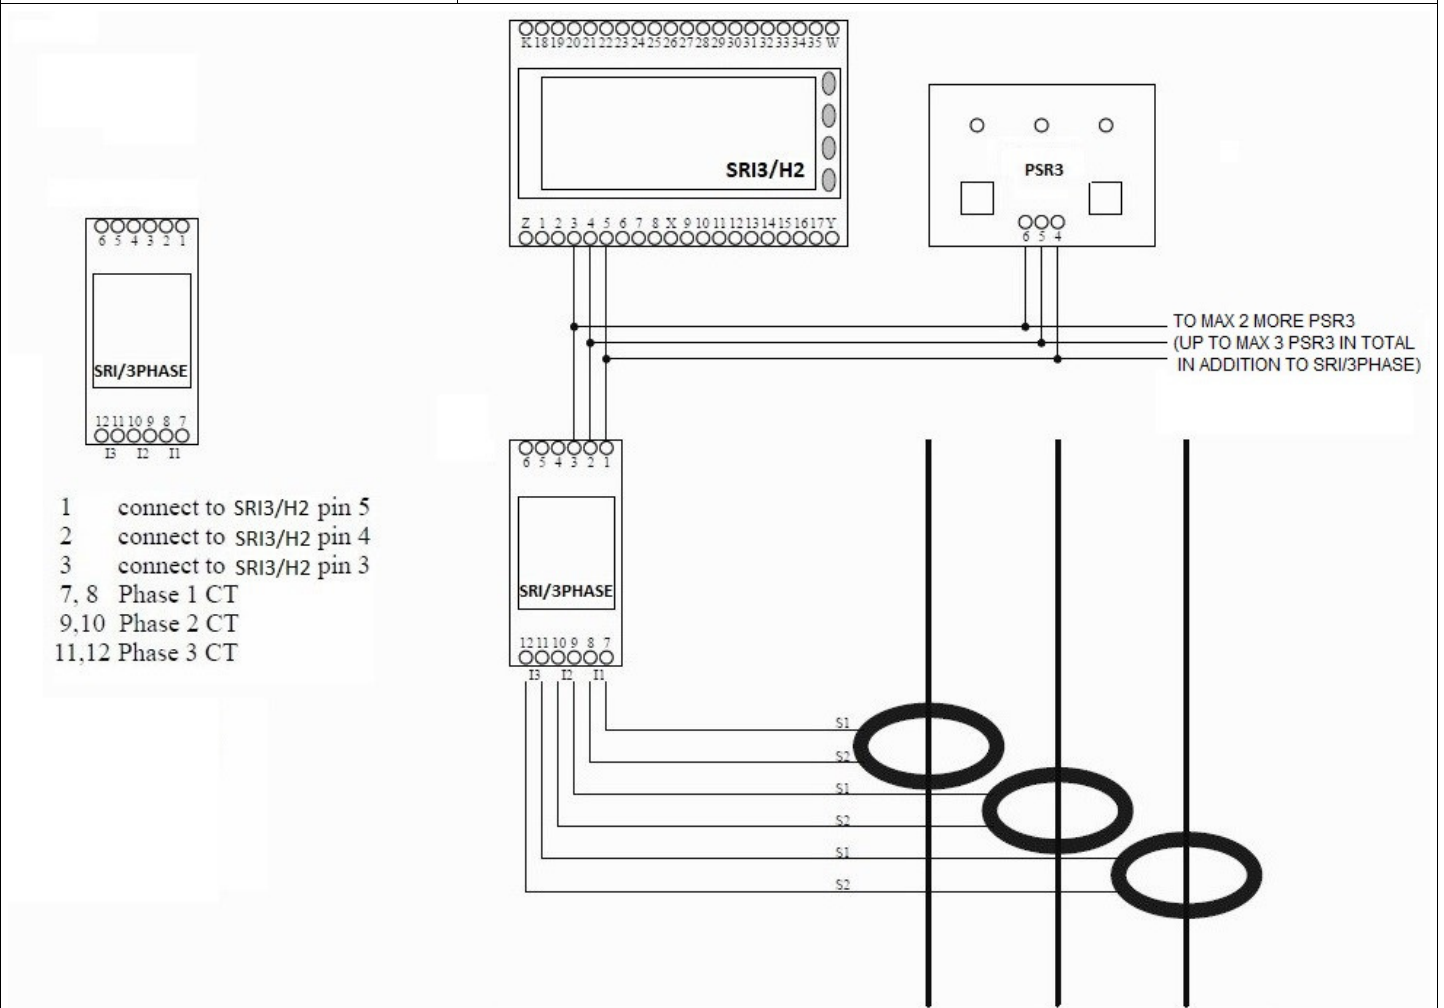

Figura 1/ Figure 1
Figura 1: schema d'inserzione. Dopo essere entrati nel setup dell'SRI3/H2, premendo il tasto di SET per almeno 3 sec., seguire la procedura riportata sul manuale dell'SRI3/H2, impostando il parametro KTA e la soglia di l'allarme (I). Esempio di calcolo del KTA: se il TA è 50/5A si dovrà impostare 10, se il TA è da 200/5A si dovrà impostare 40.